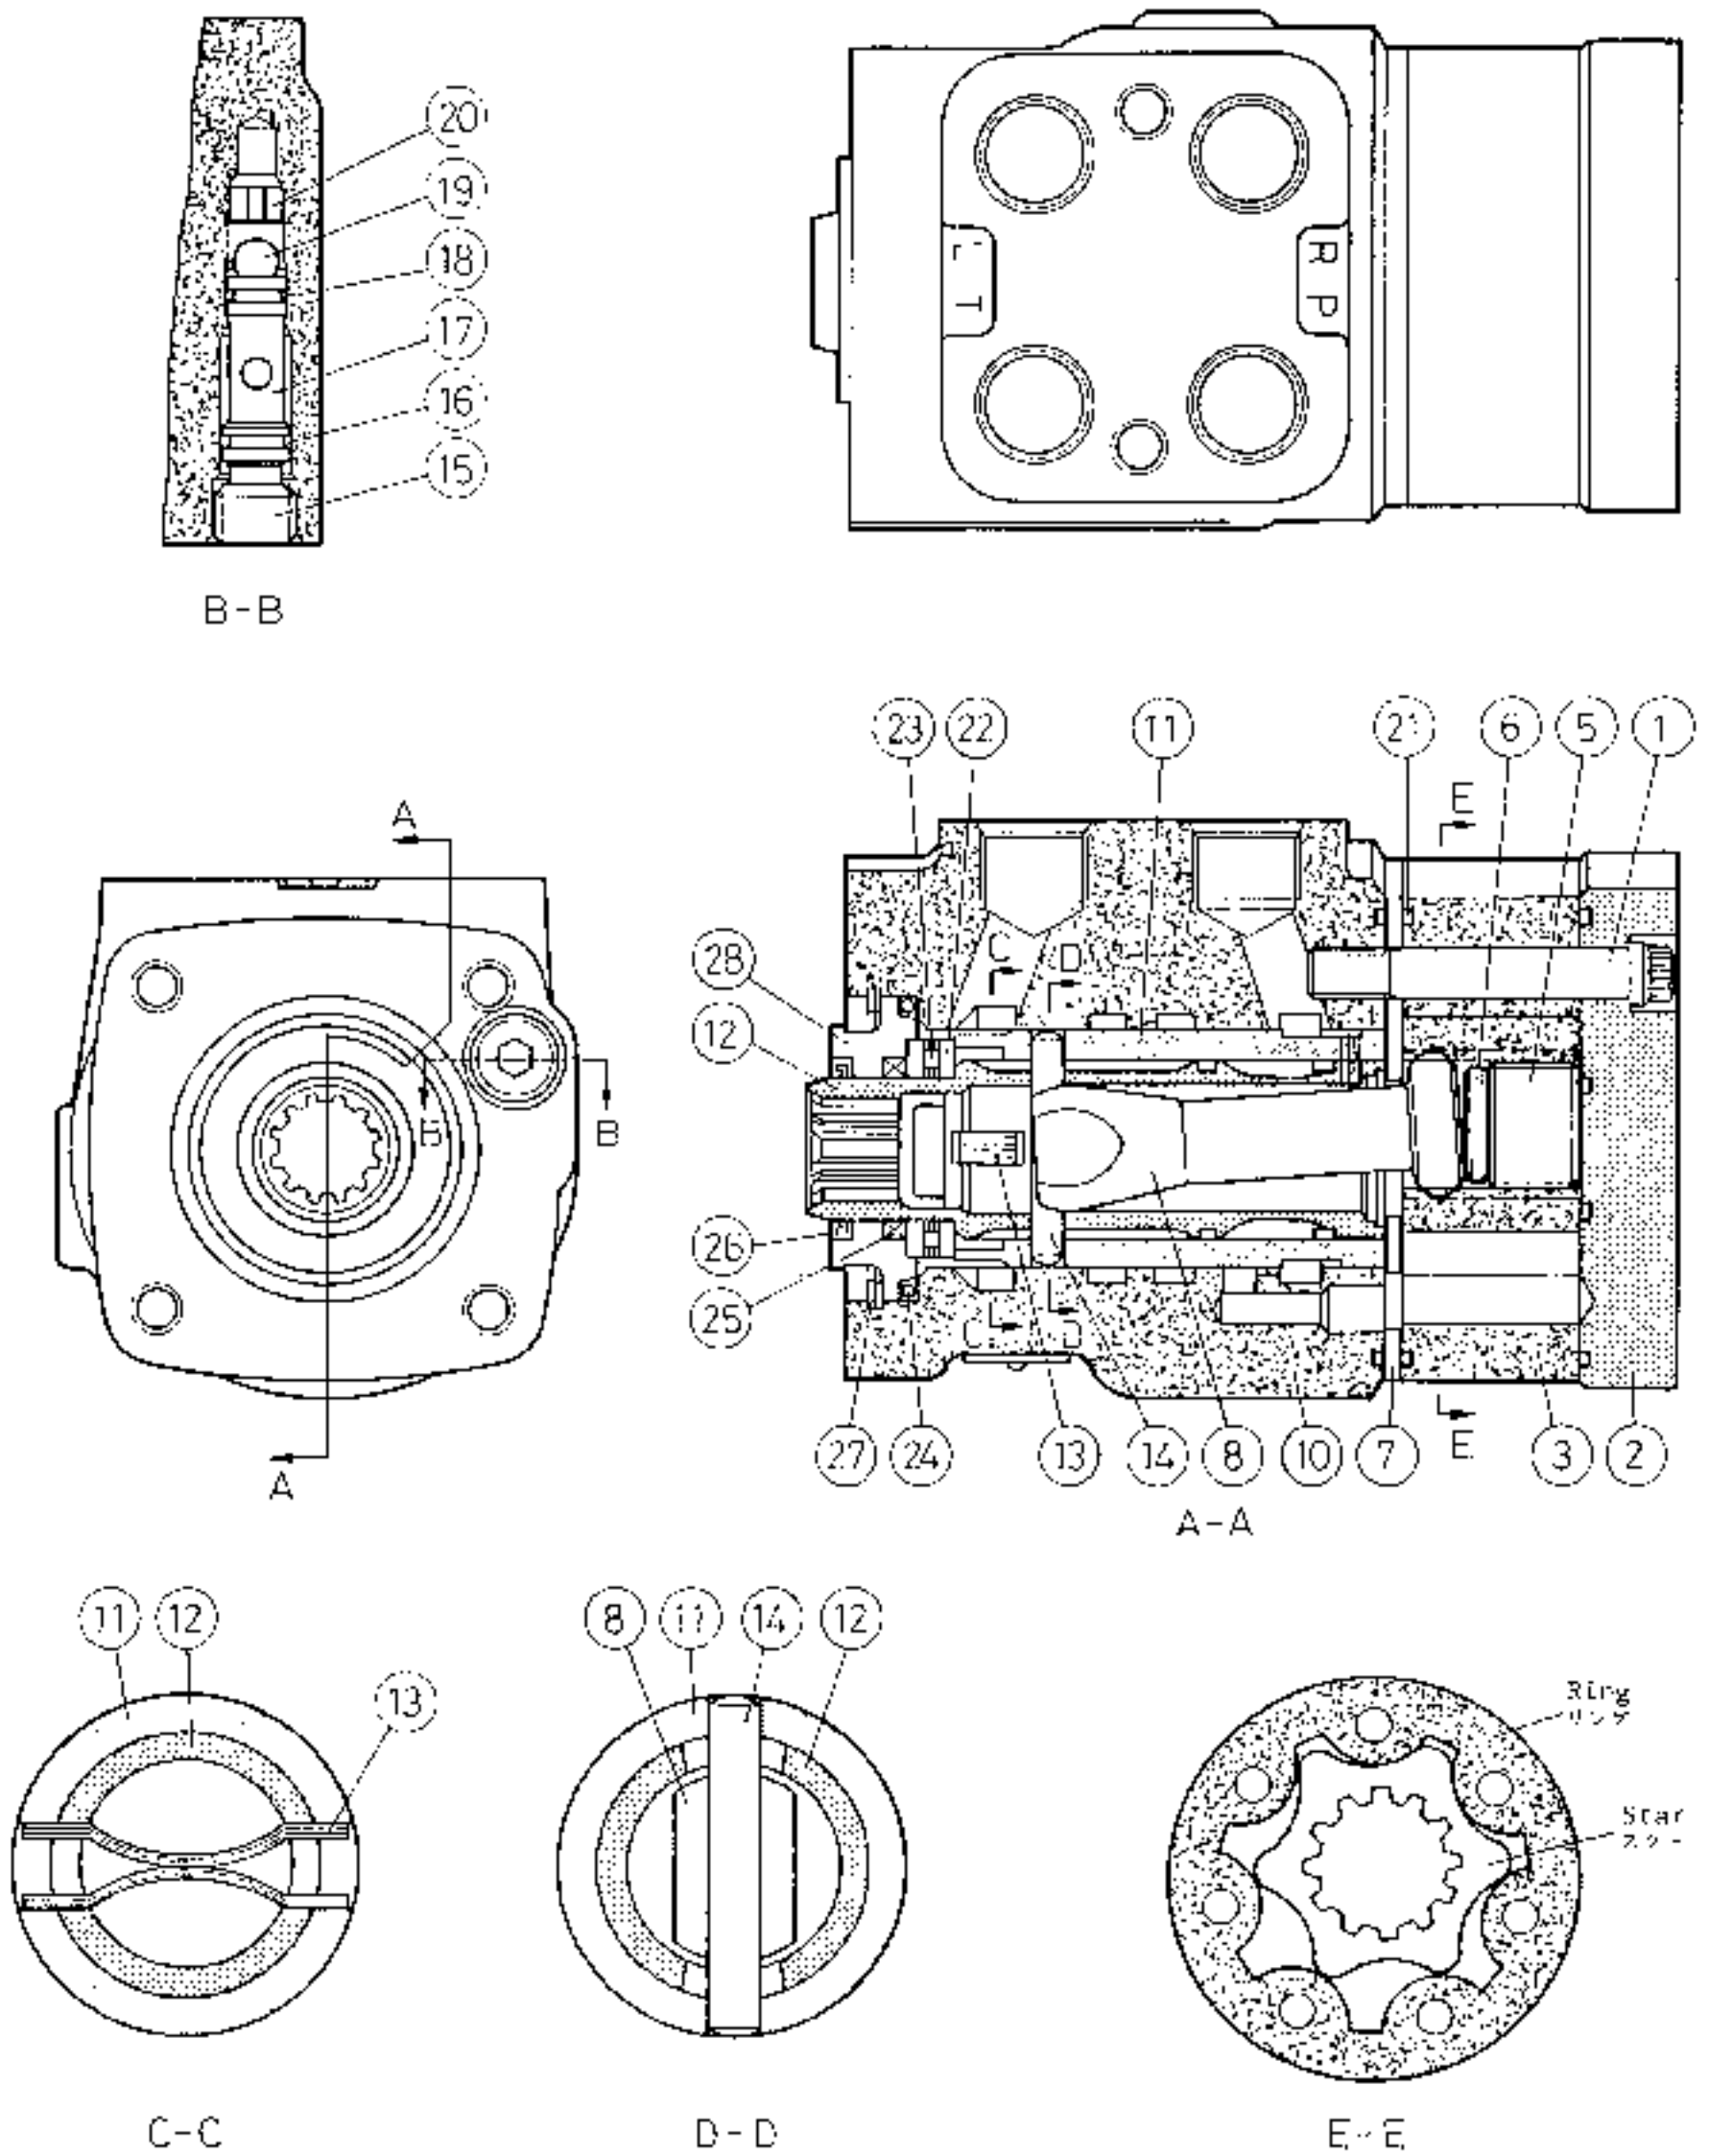

Fig. 1
オービットロールは、Fig. 1 で示された構造になっており、主要部品は、次のようになっています。
また、スプール⑫とスリーブ⑩は、Fig. 1の断面C-CとD-Dに示されるように、機械的に2ヶ所で連結されています。